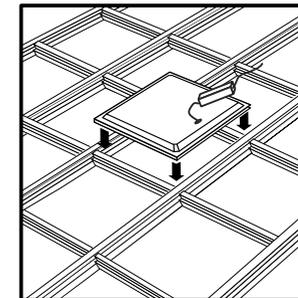

Рис.2. Схема встраиваемого монтажа светильника PPL PRO-5
- 1.7 Светильник – встраиваемый, предназначен для монтажа в стандартные потолки типа «Армстронг» (см. рис. 2).